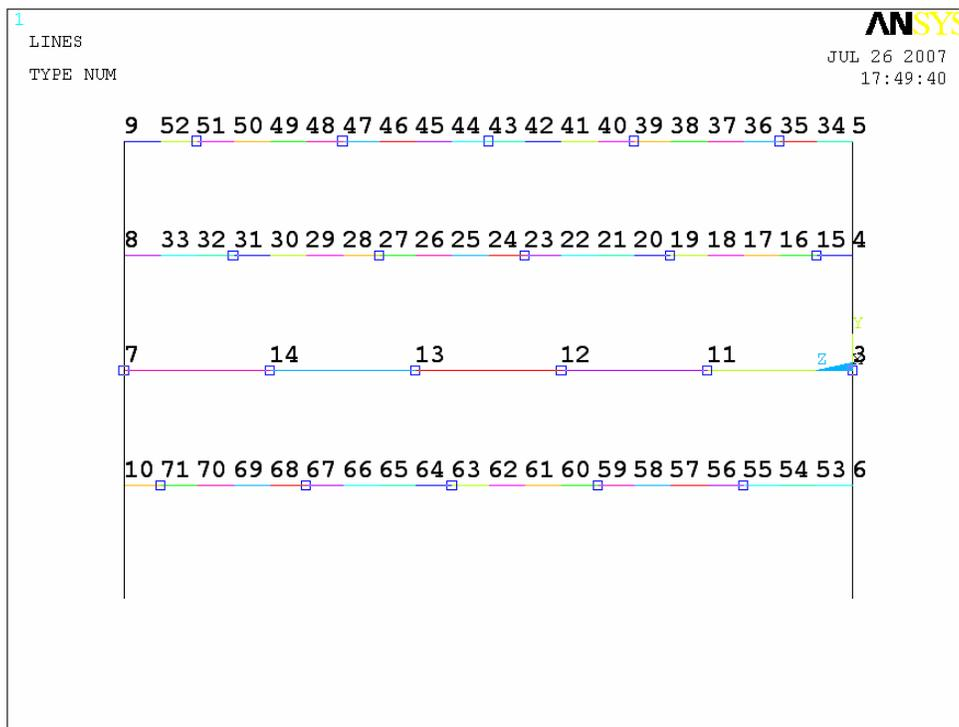

Рисунок 103. Результат выбора ключевых точек для создания пружины
- Выбрать в строгом соответствии с порядком их соединения ключевые точки, через которые должен проходить сплайн (Рисунок 103).